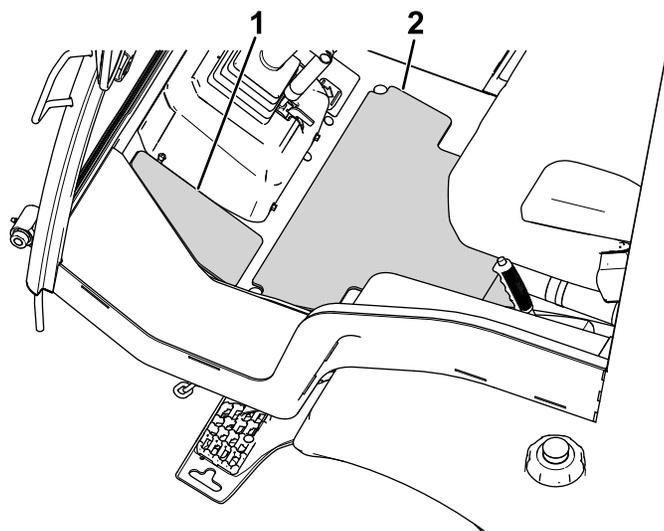

図 11
2. フロアパッドセンター用とコーナー用の裏紙を剥がして、フロアに貼り付ける図 11。